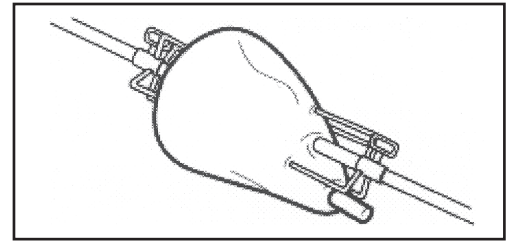

Fig. 10
**COMMENT UTILISER UNE BROCHE:****Gigot d'agneau (Fig. 10)**